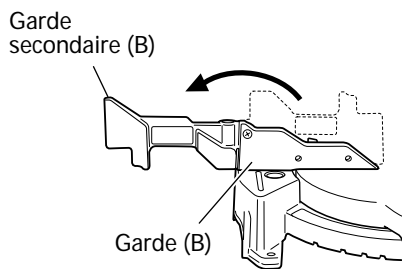

Fig. 11
Pour effectuer une coupe à angle direct ou d'une coupe à angle, utiliser le guide auxiliaire. Le guide auxiliaire peut être monté sur le côté droit du guide auxiliaire. Placez la plaque (A) attachée de la façon montrée dans la figure 11, insérez l'arête dans la fente de la garde (B) et insérez simultanément une vis à tête plate M6 dans la garde (B), la garde secondaire (B) et la plaque (A), puis serrez l'écrou de nylon M6 avec la clé à douille de 10 mm fournie jusqu'à ce que la garde secondaire (B) puisse tourner facilement. Ensuite, on pourra effectuer une coupe du matériau en toute stabilité, avec une large face de dépouille.